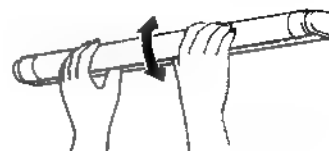

図3
- ④蛍光灯の両端を持ち、上側を手前に引くようにしながら「カチッ」という音がするまで回します。（図3）
- ⑤そのまま、手前に引き抜くようにして取外します。
- ⑥グローランプの交換は台座の右側の開口部にあるグローランプを左に回して取外します。
- ⑦新しいグローランプを右に回して取付けます。
- ⑧新しい蛍光灯を外した時の逆の手順ではめ込みます。
- ⑨照明カバーを外した時の逆の手順ではめ込みます。
- ⑩スイッチを入れ、蛍光灯が点灯することを確認します。